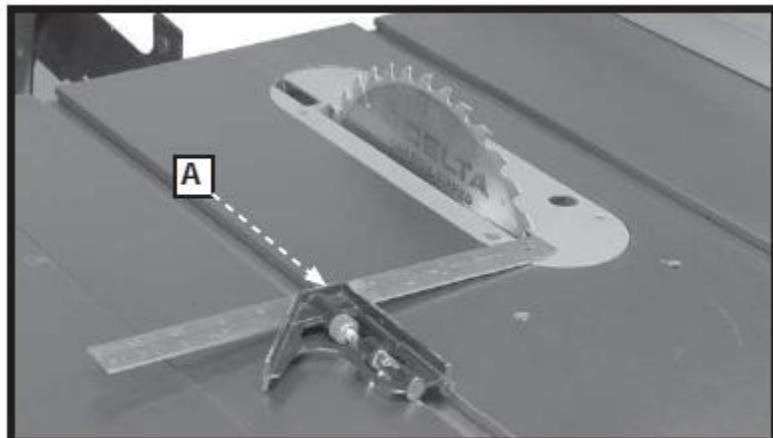
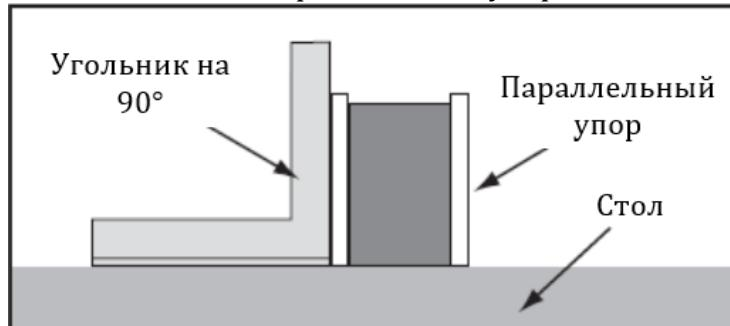

Рис. 31. Измерение расстояние от Т-образного паза до переднего положения дисковой пилы
Рис. 40. Проверка перпендикулярности параллельного упора относительно стола
1. Поставить комбинированный угольник A, **рис. 40**, на стол одной кромкой в паз поворотной головки. Настроить угольник так, чтобы линейка касалась одного из зубьев пилы в переднем положении (рис. 31). Зафиксировать угольник в данном положении.
8. Поставить на стол угольник и отрегулировать плоскость параллельного упора, как показано на рис. 40, обеспечив перпендикулярность параллельного упора столу.